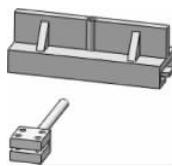

图 3-98 插入驱动杆
(1) 单击【装配体】工具栏中的【插入零部件】按钮 ，弹出【插入零部件】的属性设置。单击【浏览】按钮，在弹出的【打开】对话框中选择零件【驱动杆】，单击【打开】按钮，在图形区域的合适位置单击插入，如图 3-98 所示。